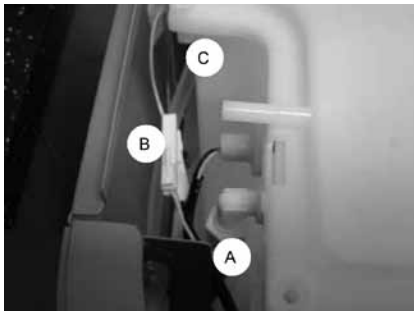

Figure 4 : Réservoir interne en plastique
1. Retirez complètement le réservoir interne en plastique de l'appareil (voir Figure 4). Retirez la chemise de protection en silicone du flottant électrique.